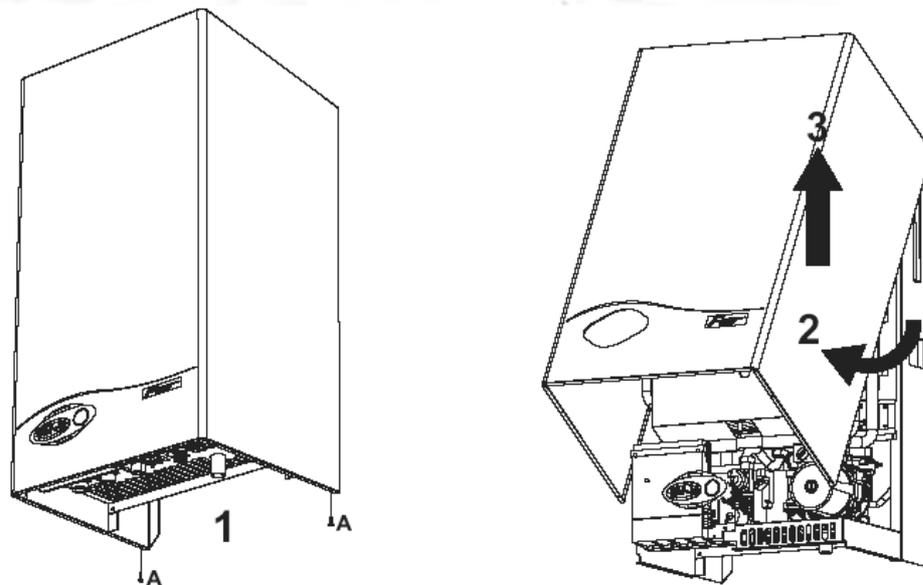

рис. 23 - Снятие кожуха
1. Отвинтите винты "А" (см. рис. 23)
2. Поверните кожух (см. рис. 23).